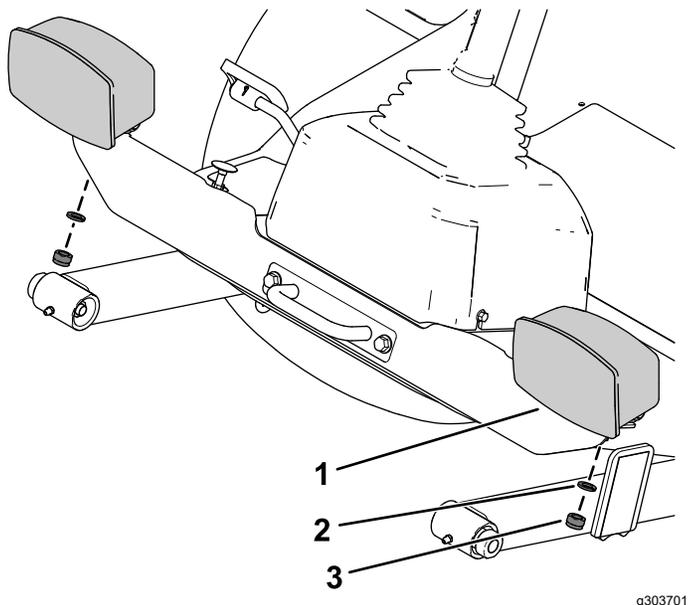

Figura 20
- 3. Sujete el conjunto de luz izquierda y el conjunto de luz derecha al soporte transversal de las luces usando la arandela de freno y la tuerca hexagonal de los conjuntos de luces (Figura 20).